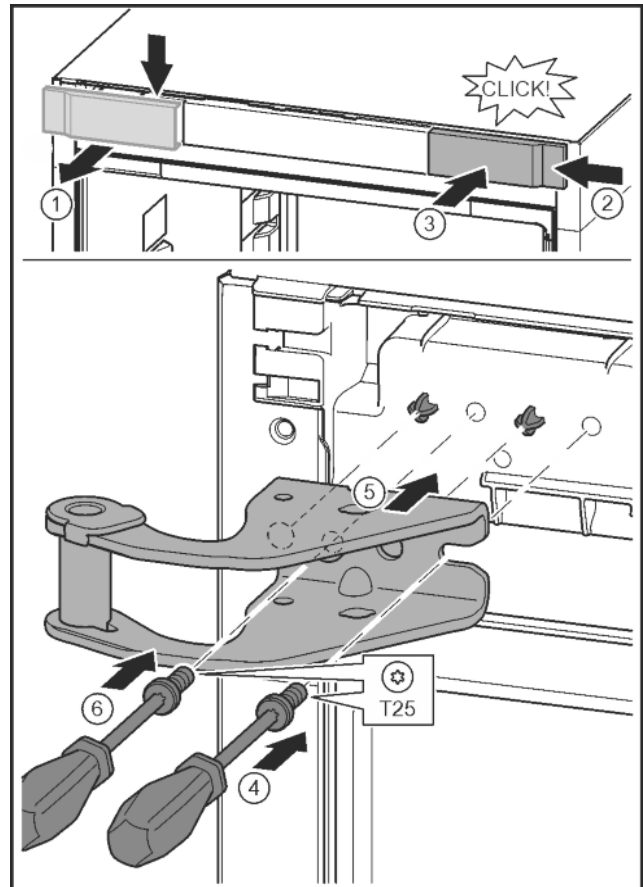

Fig. 13
- ▶ Kryt uvolněte a sejměte do strany. Fig. 13 (1)
- ▶ Kryt otočený o 180° zavěste na druhé straně zprava. Fig. 13 (2)
- ▶ Zaklapněte kryt. Fig. 13 (3)
- ▶ Šroubovákem T25 nasadte šrouby. Fig. 13 (4)
- ▶ Nasadte horní stojan ložiska. Fig. 13 (5)
- ▶ Utáhněte šroub. Fig. 13 (4)
- ▶ Šroubovákem T25 vložte šroub a utáhněte. Fig. 13 (6)